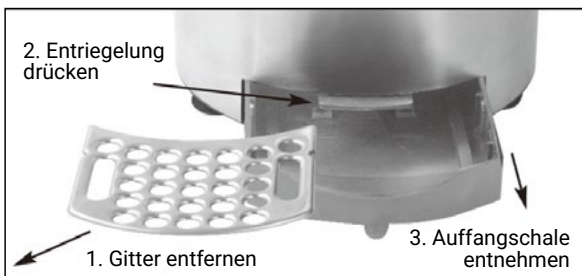

Abbildung 5
6. Nehmen Sie zuerst das Tropfblech ab und entfernen Sie dann die Tropfschale (s. Abbildung 5).